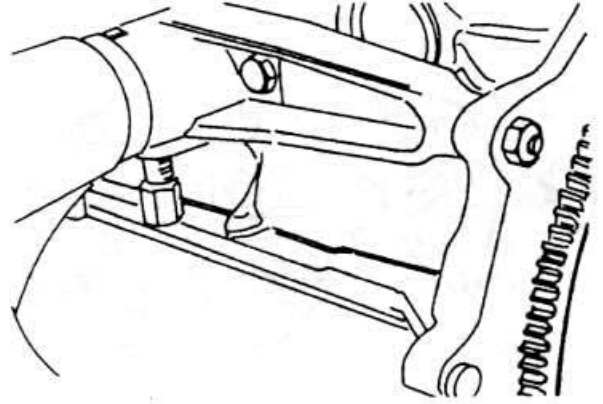

Рис. 2.13
- ♦ Закрепите двигатель на монтажном стенде при помощи держателя 21-050 А (рис. 2.13).